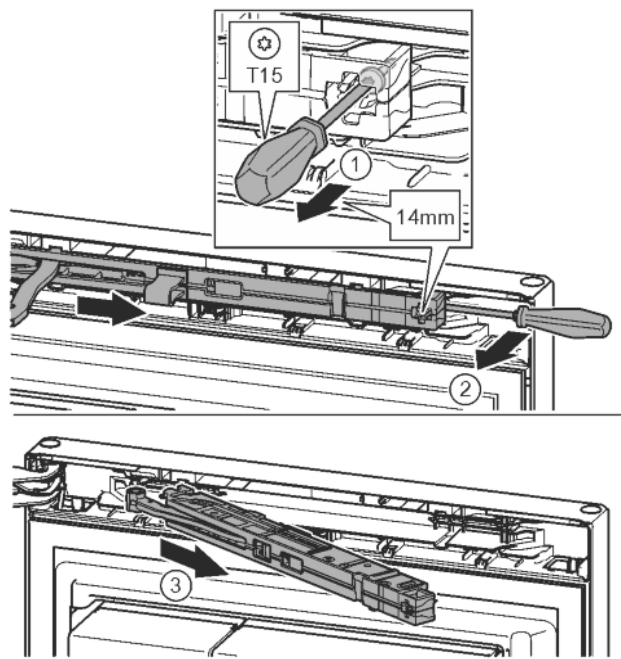

Fig. 15
- ▶ С отвертка T15 отвийте винта на блока на затварящия демпфер с ок. 14 mm. Fig. 15 (1)
- ▶ От страната на дръжката вкарайте отвертка зад блока на затварящия демпфер и завъртете напред. Fig. 15 (2)
- ▶ Издърпайте блока на затварящия демпфер. Fig. 15 (3)